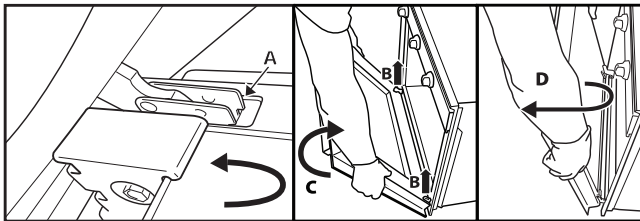

Fig. 2
3. Luk døren til blokeringsmekanismen (A), løft den (B) og drej den (C), til den frigøres (D) (Fig. 2).